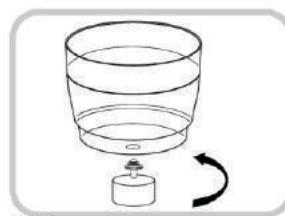

Fig.6
- Atornille la Válvula Flotante a la base del Barril Inferior (Fig. 6). Coloque el Barril Inferior con la Válvula Flotante anexa encima del dispensador de agua. Asegúrese que el Barril Inferior quede bien nivelado y seguro en la parte superior del dispensador de agua. Una vez que la Válvula Flotante esté fijada al Barril Inferior, ésta quedará suspendida dentro del dispensador de Agua (Fig. 7).